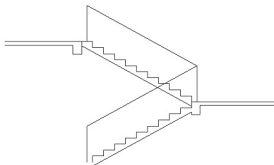

图 4.113 用【圆角】命令连接栏杆线和扶手线
(3) 启动【圆角】命令，要求为【修剪】模式，半径为“0.0000”，将垂直线和斜线连接在一起，结果如图 4.113 所示。